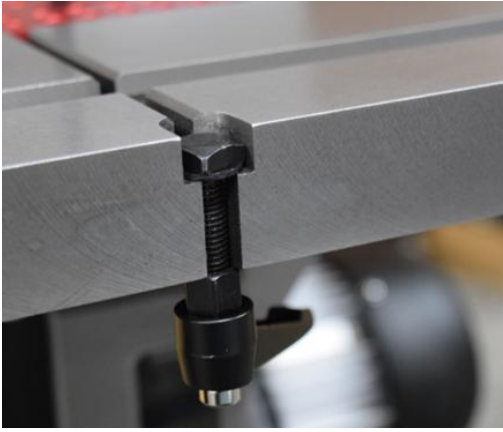

Abb. 24
1. Führen Sie die Nivellierschraube durch die vordere Bohrung im Tisch ein und legen Sie die Unterlegscheibe auf die Oberseite (Abb. 24).